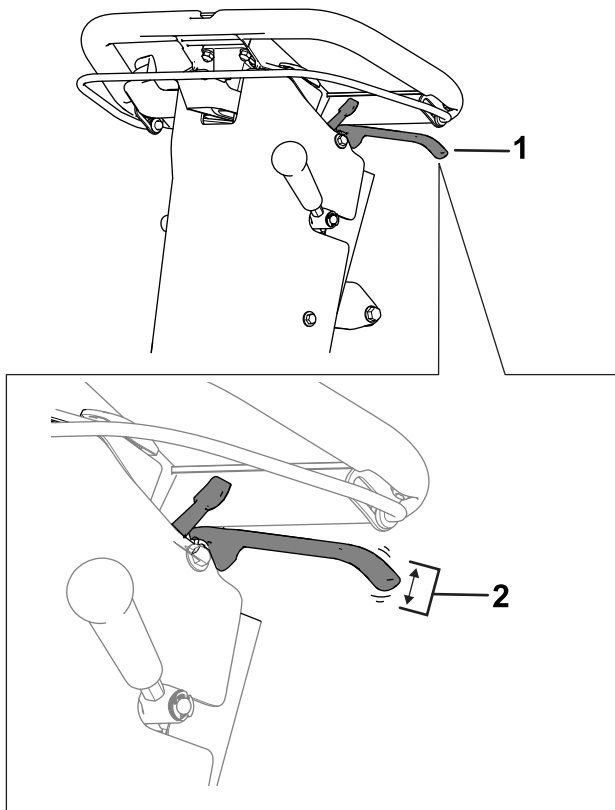

Figure 36
2. Mesurez le jeu au bout de la poignée du frein de stationnement (Figure 36).